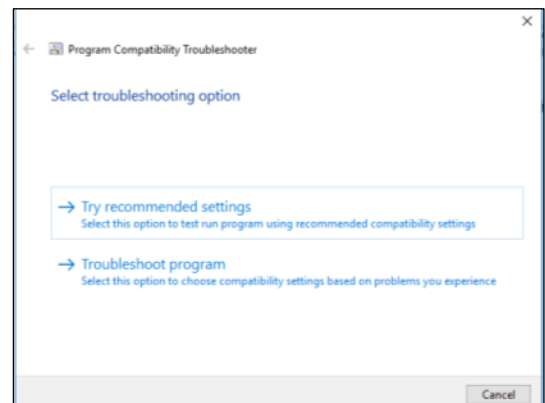

Abb. 2.10
- Klicken Sie dann auf das Fehlerbehebungsprogramm **Troubleshoot program** (Abb. 2.10).